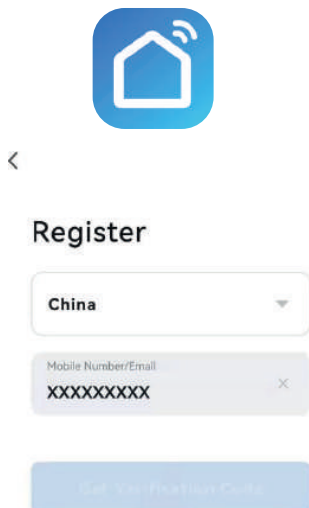

Figure 1
2. Le système reconnaît automatiquement votre pays/région. Vous pouvez également sélectionner votre code pays manuellement. Saisissez votre numéro de téléphone mobile/adresse électronique et appuyez sur "Suivant". (Figure 1)